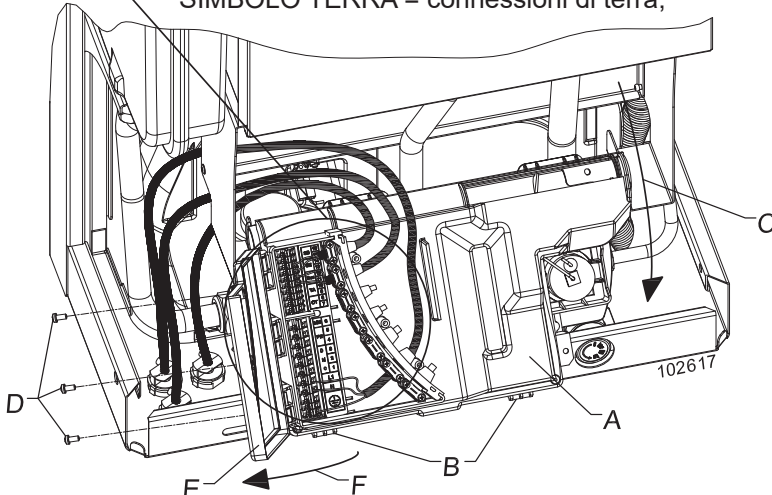

Figura 5-6 - Collegamenti elettrici
Legenda Figura 5-6
Per l'allacciamento del cavo di alimentazione elettrica, procedere come di seguito (fare riferimento alla figura 5-6):
- 3.- posare il cavo di alimentazione come illustrato nella figura 5-6;
Il modello 45A è sprovvisto di pompa di circolazione. Per collegarne una, è possibile utilizzare i contatti 4 e 5 presenti nella morsettiera (vedi figura 5-6).
ATTENZIONE!!! I contatti 4 e 5 di cui alla figura 5-6 possono sopportare al massimo un'assorbimento di 200W. Se la pompa che si deve collegare ha un assorbimento più elevato, è indispensabile inserire un relè di appoggio, di potenza adeguata.
Per l'allacciamento del cavo del termostato ambiente, procedere come di seguito (fare riferimento alle figura 5-6):
- 5.- collegare i 2 capi del cavo ai morsetti "TA" (vedi figura 5-6).
- 2.- collegare il cavo bipolare ai morsetti SE di cui in figura 5-6;
- 3.- collegare i 2 capi del cavo ai morsetti "OT" dell'apparecchio (vedi figura 5-6).
Per il collegamento elettrico occorre procedere come di seguito (fare riferimento alla figura 5-6):
- 5.- posare un cavo elettrico bipolare con sezione minima di 1,5mm² che va dall'apparecchio al sensore temperatura del bollitore e collegarlo sull'apparecchio ai morsetti "15" e "16"(vedi figura 5-6);